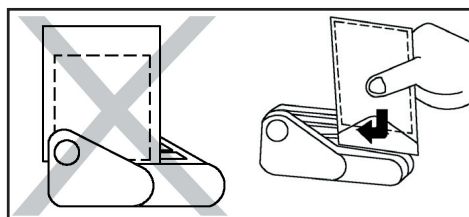

Abb. 2
- Bringen Sie den Inhalt des Umschlags auf die Seite, die nicht geöffnet wird. Fügen Sie das gewünschte Öffnungsende des Umschlags entlang der Führung ein und schieben es wie dies in Abb. 2 gezeigt wird. Das Gerät arbeitet automatisch und der Umschlag wird abgeschnitten und geöffnet. Stecken Sie den Umschlag nie auf halbem Weg in die Führung, da das Gerät ansonsten nicht arbeiten wird.